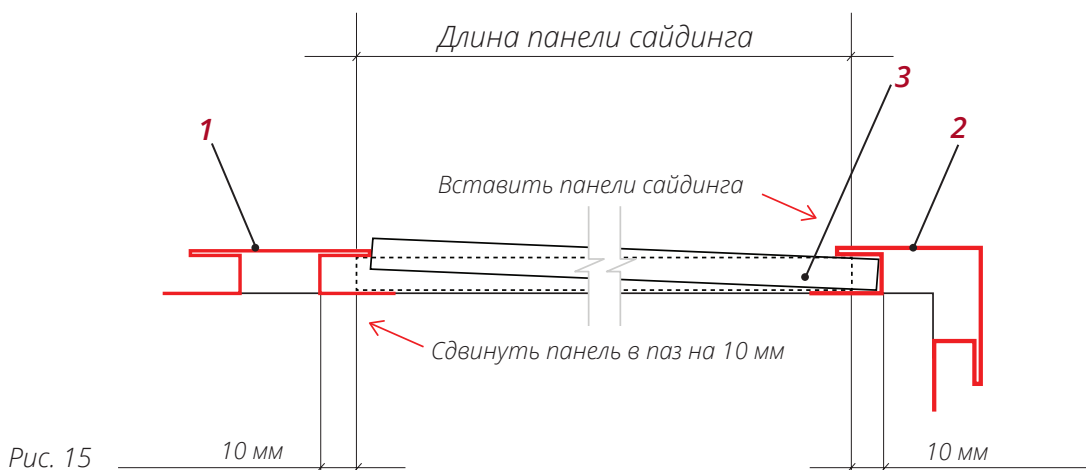

Рис. 15
- Используя схему со сложными доборными элементами, подготовьте панели таким образом, чтобы, когда один край панели **3** заведен до упора в паз доборного элемента **2**, второй край можно было завести в паз доборного элемента **1** с другой стороны (рис. 15).
- Вставьте панель в пазы доборных элементов и выровняйте ее так, чтобы панель входила в пазы на половину его глубины или на 10 мм (рис. 15).
- Зацепите нижний выступ панели за Начальную планку до упора (рис. 15).